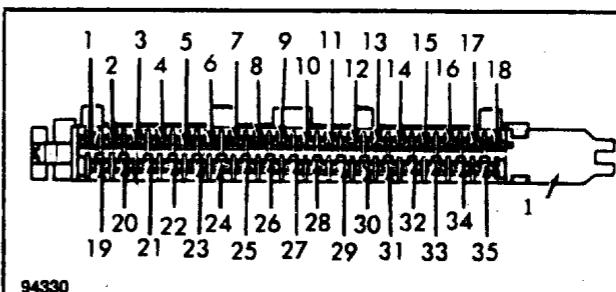
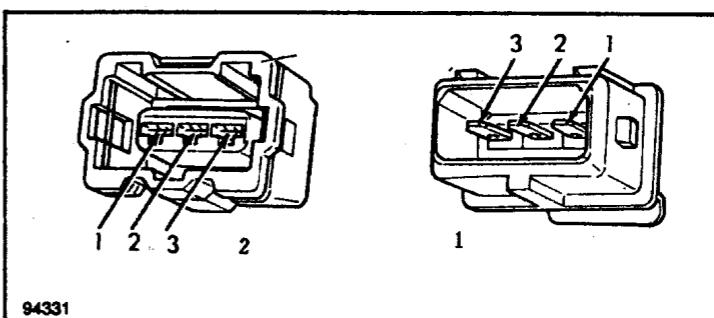

图 1-16 电子控制装置线束插头
图 1-17 发动机转速传感器线插头
1) 拨下电子控制装置上的线束插头，把电压表上的正极测试导线连接在35号针柱上(见图1-16)，并打开点火开关，然后把电压表上的负极测试导线与18号针柱或9号针柱
1) 从靠近点火线圈的支架上拆去灰色和黑色线插头，然后检查1号线和2号线之间是否出现了断路（见图1-17），这时欧姆表上的读数应该是1000欧姆。
3) 拨下电子控制装置上的线插头，并检查每个传感器线接头与电子控制装置之间的线束（见图1-16和图1-17），这时电子控制装置与传感器线插头之间的每一条线路应该是0欧姆。参见“发动机速度传感器电路表”。
2) 如果电压表上的读数没有达到上面所规定的标准，就要检查一下发送装置与电子控制装置上23号线和25号线之间的线路是否出现了断路（见图1-16）；如果读数达到了规定的标准，要关闭点火开关，并向回移动线插头盖，以便为3线插头的后面留出空间。再把3线插头重新插在霍尔效应发送装置上，然后把电压表连接在3线插头后面的1号线和2号线之间。